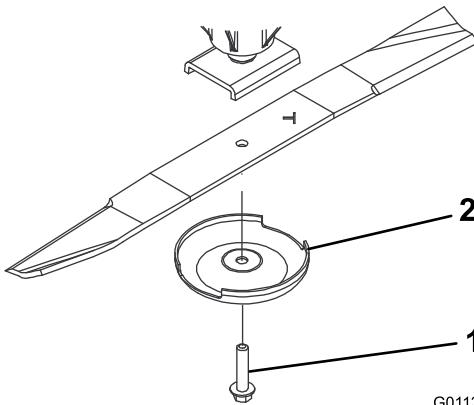

図 72
3. ブレードの一端部をウェスで包むか手に頑丈な手袋をはめるかして、ブレードを手で持ち、ブレードボルト、芝削り防止カップ、ブレードをスピンドルシャフトから外す図 72。
4. ブレードを取り付ける時は、セール立ち上がっている部分がデッキの天井を向くように取り付け、芝削り防止カップをつけてブレードボルトで固定する図 72。